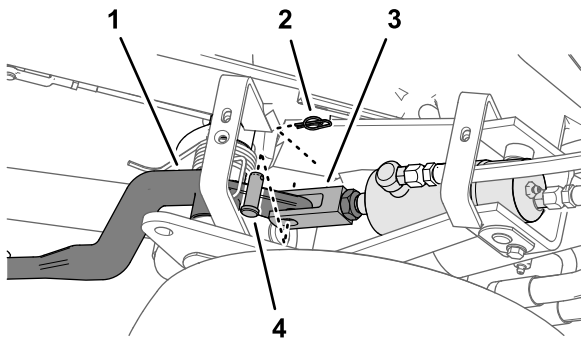
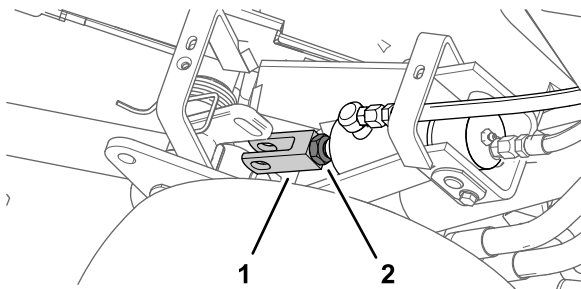

Figure 53
Figure 54
3. Desserrez le contre-écrou qui fixe la chape au vérin de l'unité de coupe que vous devez régler (Figure 53).
- Déposez la goupille de fixation et l'axe de chape (Figure 53)
- Tournez la chape pour obtenir la hauteur voulue (Figure 54).
- Montez la chape sur le bras de levage avec l'axe de chape et la goupille de fixation, et serrez l'écrou de blocage (Figure 53 et Figure 54)